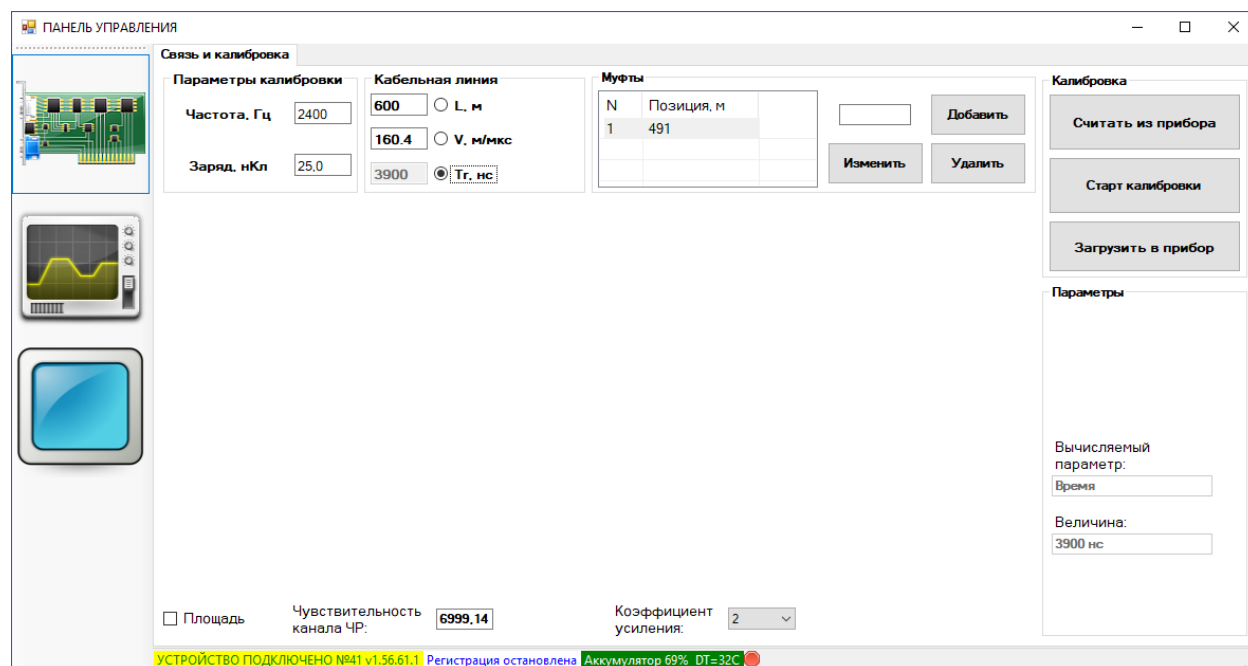

Рис. 9.4. Внешний вид окна программы «CPDA», «Удаленное управление».
9.4.2 Откройте панель «Рефлектометр», для этого нажмите нижнюю кнопку «Рефлектометр», расположенную в левой части окна удаленного управления (рис. 9.4).